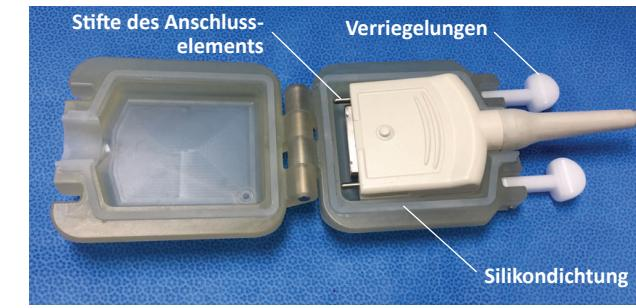

Abbildung 1-7: Fest von seiner Schutzabdeckung umschlossenes Anschlussselement der Sonata-IUUS-Sonde
4. Die beiden Verriegelungen eindrücken, sodass sie vollständig einrasten (siehe Abbildung 1-7).